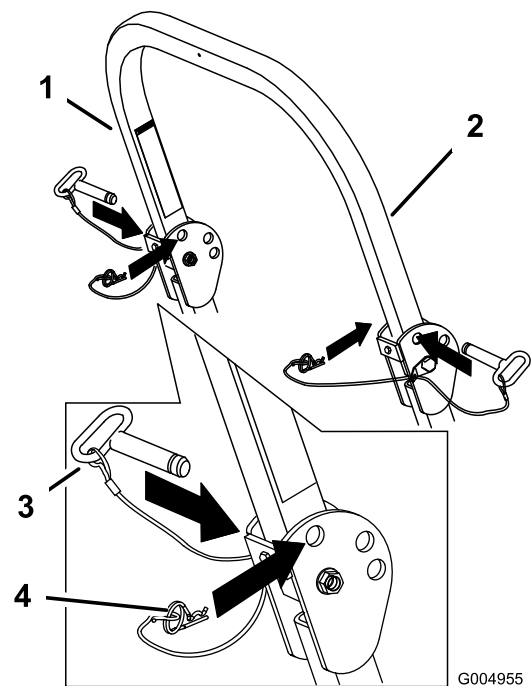

Bild 9
1. Entfernen Sie die Splints und die zwei Stifte (Bild 9).
3. Setzen Sie die zwei Stifte ein und befestigen Sie diese mit den zwei Splints (Bild 9).
4. Nehmen Sie zum Aufrichten des Überrollbügels die Splints ab und entfernen Sie die beiden Stifte (Bild 9).
5. Richten Sie den Überrollbügel ganz auf und setzen Sie die beiden Stifte ein. Befestigen Sie die Stifte mit den Splints (Bild 9).